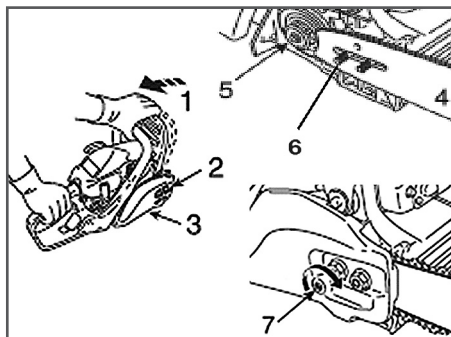

Рис. 2 Установка шины
1. Перед установкой шины и цепи убедитесь в том, что тормоз цепи находится в расторможенном положении. Для этого ручку тормоза 1 (Рис.2) потяните на себя до щелчка.
2. Открутите гайки 2 и снимите крышку шины 3 (Рис. 2).
3. Установите шину 4 пазом на шпильку крепления шины 6 и передвиньте ее в сторону муфты сцепления 5 для облегчения установки цепи (Рис. 2).
5. Вращая винт натяжителя цепи 7 (Рис. 2) против часовой стрелки, установите палец натяжителя в крайнее левое положение. Установите на место крышку шины 3 (Рис. 2).
8. Отрегулируйте натяжение цепи (см. раздел «Регулировка натяжения цепи») вращая винт натяжителя цепи 7 (Рис. 2) по часовой стрелке.